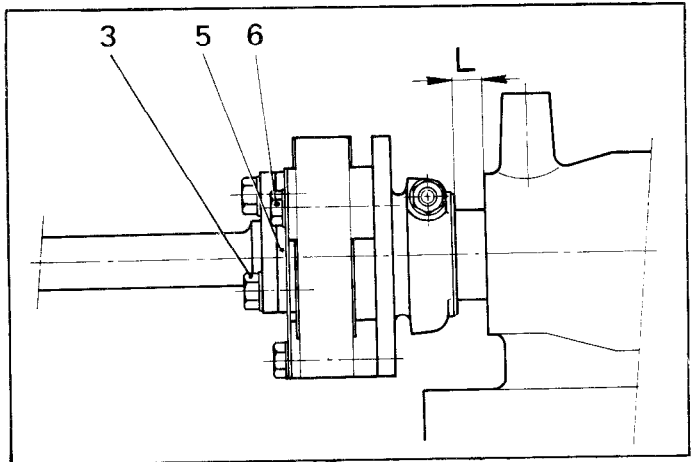

Abb. 2
- c) Mass L (s. Abb. 2) nehmen; es muss unter 13 mm liegen. Anderenfalls eine Abstandsscheibe (5) (s. Abb. 2 und 3) zwischen hinteres elastisches Lager der Welle legen.